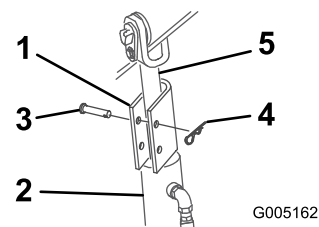

Figure 15
4. Posez un dispositif de blocage sur la tige de chaque vérin de levage (Figure 15).
5. Fixez chaque dispositif de blocage à l'aide d'un axe de chape et d'une goupille fendue (Figure 15).